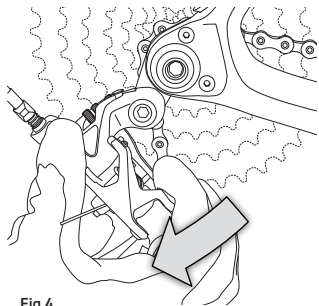
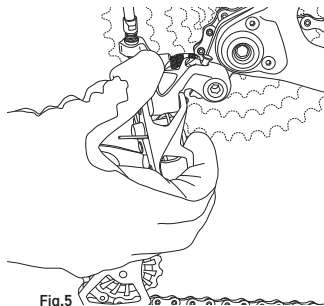

Fig.4
Fig.5
- **BLOCCAGGIO:** Fate ruotare il cambio in senso orario (Fig.4), fino a farlo bloccare in posizione arretrata (Fig.5). Il pulsante di blocco del bilanciere scatterà automaticamente.